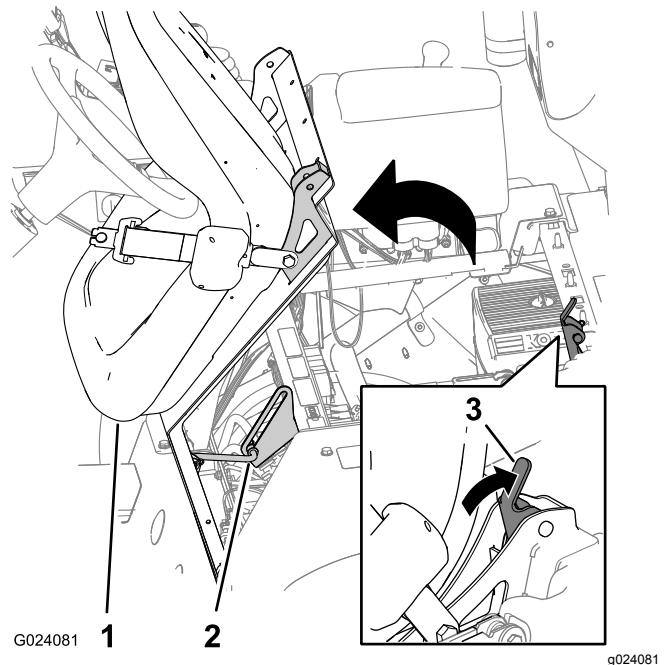

Figure 3
3. Faites pivoter le siège et son plateau vers l'avant jusqu'à ce que l'extrémité de la béquille s'engage au bas de la fente dans le support (Figure 3).
2. Déverrouillez le siège en poussant la poignée de verrouillage vers l'arrière (Figure 3).